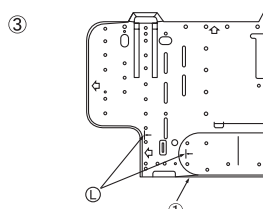
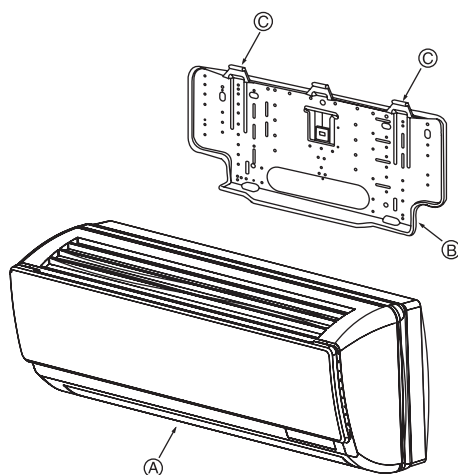

Fig. 3-7
Fig. 3-8
- ③ Au cas où le tuyau évasé serait encastré d'avance dans le mur: (Fig. 3-7)
① Structure de montage mural
3.3. Montage de l'appareil (Fig. 3-8)
- ① Veiller à bien suspendre les attaches métalliques de l'appareil intérieur au-dessus des crochets de la structure de montage mural.